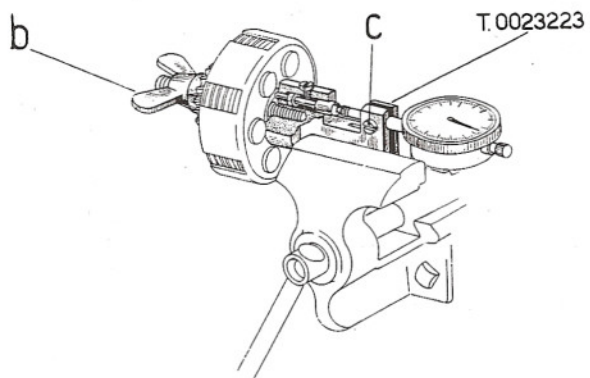

Fig. 17/D - Controllo corsa distacco dischi frizione
- a) Accoppiare un orologio comparatore all'attrezzo T.0023223 bloccandolo con la vite "c" (in fig. 17/D)